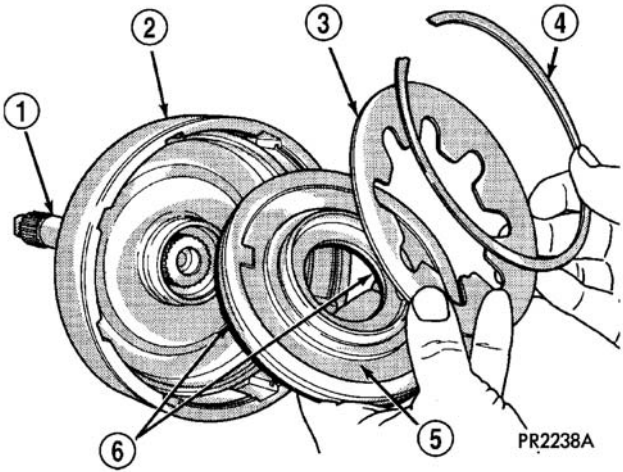
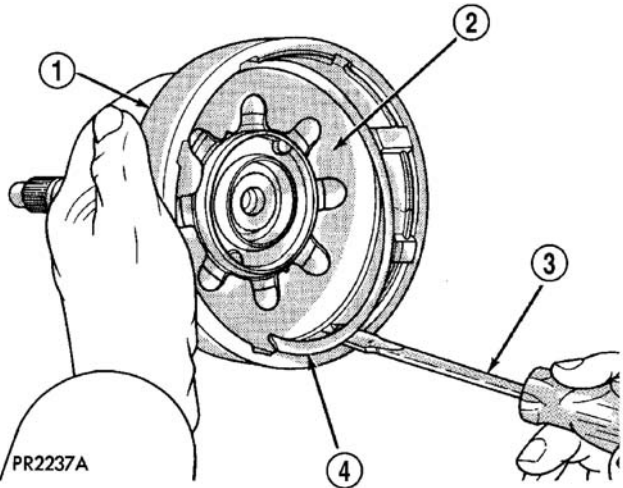

图 135 后离合器活塞和活塞弹簧
图 136 活塞弹簧波形卡环
(2) 安装后离合器活塞、碟形弹簧和波形卡环 (图 135)，用一个适合的改锥安装卡环 (图 136)。